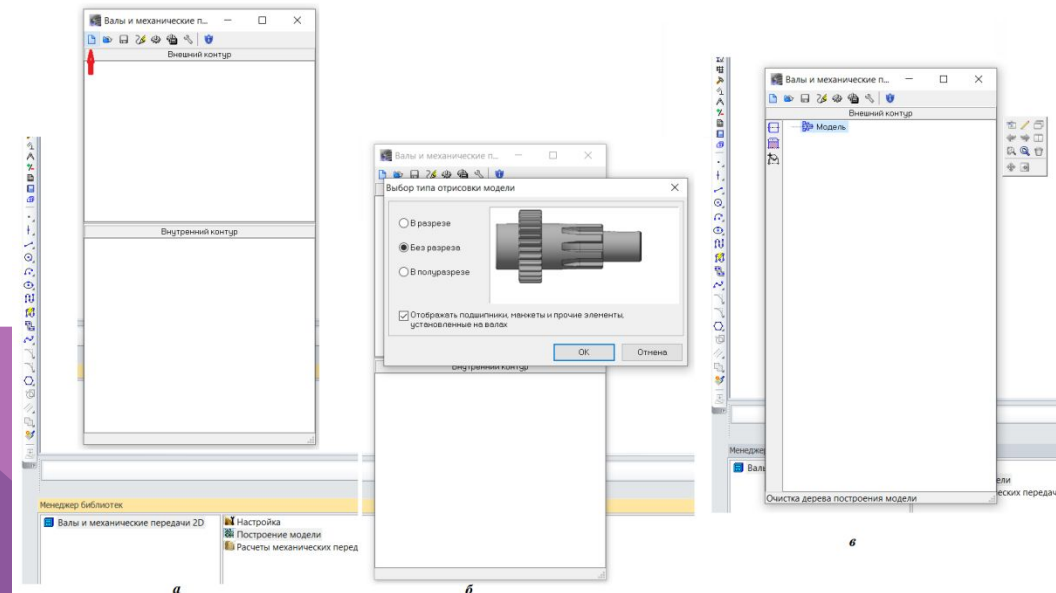

Рисунок 3.4 – Поиск нужной библиотеки в Менеджере библиотек
3. В Рабочей области всплывет окно (рисунок 3.4, а), где необходимо создать Новую модель (по красной стрелке).
- Выбираем режим Без разреза и нажимаем ОК (рисунок 3.4, б).
- Кликнем на рабочую область, чтобы вызвать окно (рисунок 3.4, в), которое будет выполнять роль Древа построения.